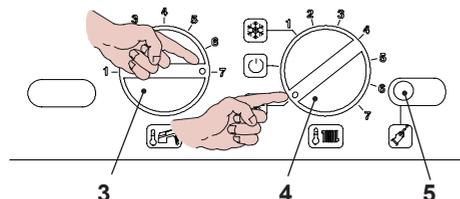

Fig. 9.8
- Posizionare le manopole del pannello comandi come indicato in Fig. 9.8.
bisogna entrare in programmazione premendo per 15 secondi il pulsante di ripristino 5 in Fig. 9.8 fino alla comparsa del parametro **P01**.
- Premere il pulsante di ripristino 5 in Fig. 9.8, per lo scorrimento dei vari parametri sino al raggiungimento del parametro valido per il settaggio della modalità Spazzacamino. Sul display LCD compare la seguente visualizzazione (la sequenza **P09** si alterna a **00**).